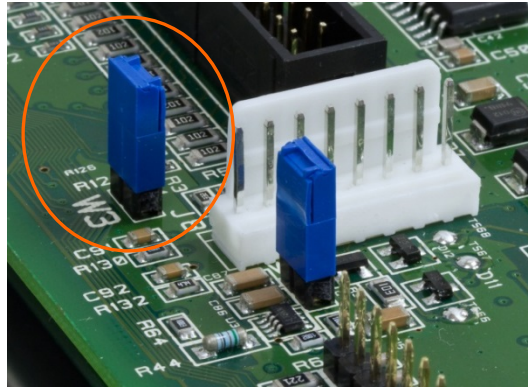

Figure 3-25 : Cavalier W3 sur la carte analogique principale de l'IND560x
- **IMPORTANT** : L'option IND560x-PAB ne pourra fonctionner qu'avec une révision spécifique de la carte analogique principale de l'IND560x. La version correcte de la carte analogique principale peut être identifiée par la présence du cavalier W3 situé comme illustré à la Figure 3-18 et indiqué à la Figure 3-25. Si le cavalier W3 n'est pas présent sur la carte principale, alors cette dernière **n'est pas** compatible avec l'IND560x-PAB.